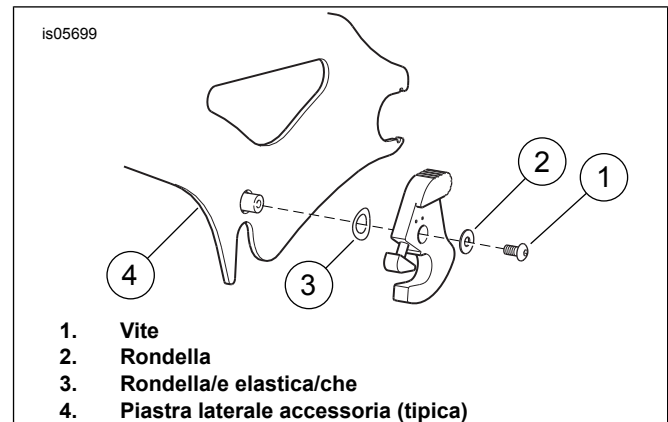

Figura 1. Rimuovere la chiusura (installazione sul lato esterno sinistro illustrata)
2. Vedere Figura 1. Rimuovere la vite (1) e la rondella (2) dalle chiusure che devono essere sostituite con la nuova chiusura con serratura. Conservare la vite e la rondella per l'installazione. A seconda dell'accessorio è possibile che ci sia una seconda piccola rondella al di sotto della vite, aderente al perno dell'accessorio. Se così è, conservare e riutilizzare entrambe le rondelle. Le indicazioni che seguono danno per scontato che ci sia una sola rondella.